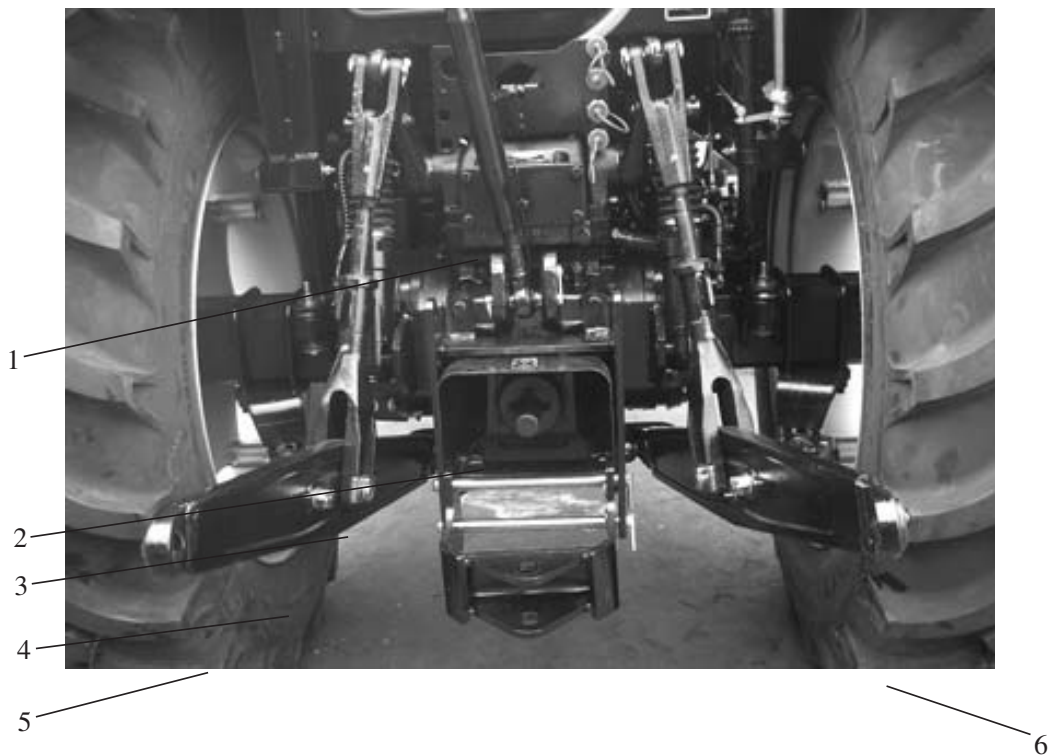

图 4-29 农具悬挂装置
本机采用 2 类三点悬挂装置与农机具挂接(见图 4-29)
提升杆下部端头长孔④（见图 4-29）与下拉杆销连接，可使下拉杆⑤有一定的水平调节量，这对使用特宽型的农具（如耙、中耕机等）很有好处。